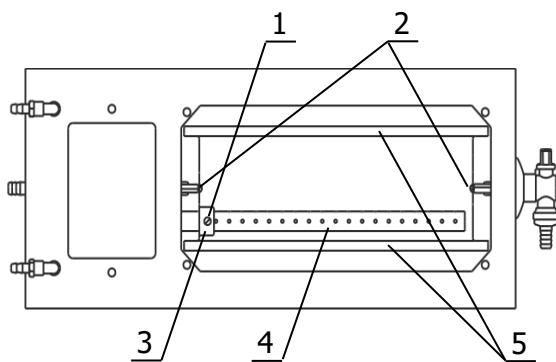

Рисунок 4 — Извлечение рабочей ванны термостата
2.4.6 Для извлечения и очистки рабочей ванны термостата необходимо ослабить винт 1 (рисунок 4), рассекатель 4 выдвинуть из втулки 3 до упора в противоположную стенку ванны. Винты 2 выкрутить полностью и вынуть рабочую ванну, удерживая ее за металлические уголки 5.